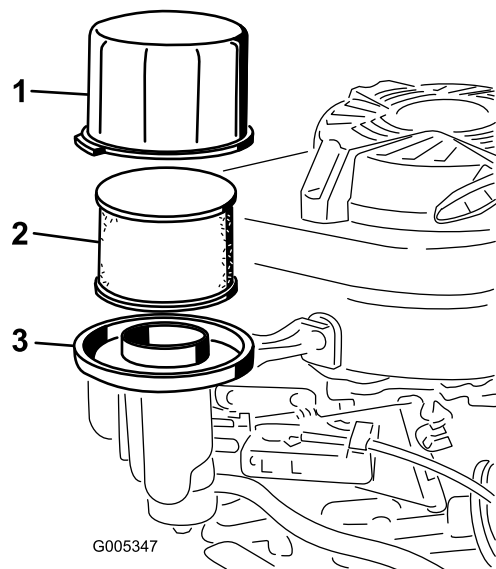

Рисунок 21
3. Снимите крышку и тщательно очистите ее (Рисунок 21).
4. Снимите фильтр предварительной очистки из пеноматериала и бумажный воздушный фильтр с основания воздухоочистителя (Рисунок 21).